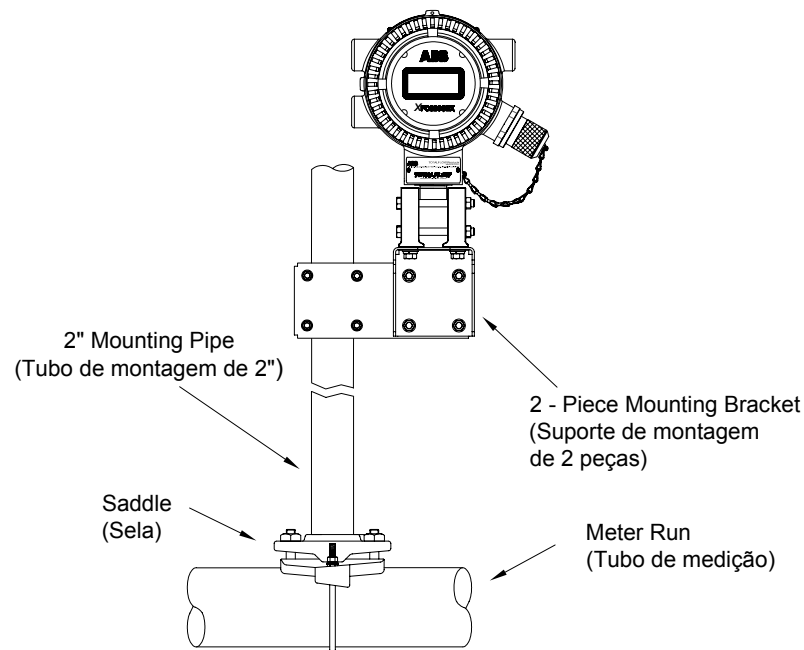
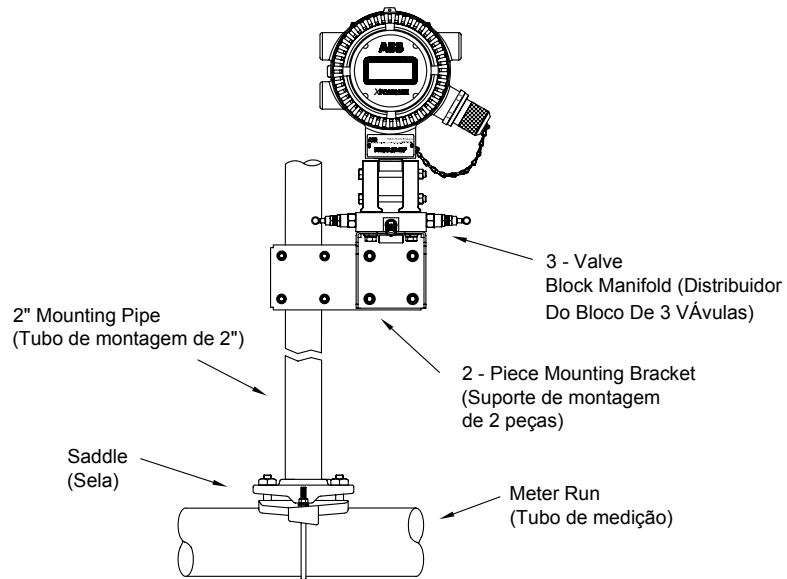

Figura 1 (Instalação típica)
Figura 3 (Configuração típica de manifold em bloco)
4. O método de montagem do 6200EX com kit de montagem de suporte varia conforme o tipo de manifold, em bloco ou descontínuo. Para manifolds descontínuos, monte o 6200EX diretamente no suporte conforme mostrado na Figura 1 e depois aparafuse a tubulação do manifold descontínuo na parte inferior do transdutor do 6200EX. Se for usado um manifold em bloco, imprime o manifold entre o transdutor do 6200EX e a parte superior do suporte conforme mostrado na Figura 3. Os manifolds em bloco como mostrados na Figura 3 podem ser montados com quatro parafusos inseridos na parte inferior do suporte, através do manifold e dentro dos orifícios rosqueados do transdutor do 6200EX. Os maiores manifolds em bloco com flanges na parte superior e inferior necessitarão de hardware separado para montar o manifold para o transdutor do 6200EX e depois montar o manifold para o suporte de montagem. Não se esqueça de instalar os selos de flange de anéis de vedação nas ranhuras embutidas no(s) flange(s) dos manifolds em bloco.